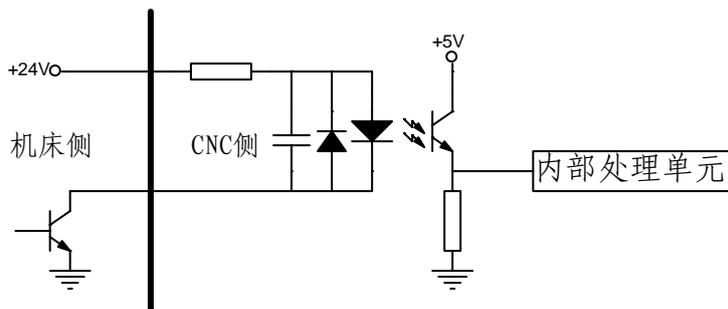

图 4.10 用 NPN 传感器的连接
a) 用一个 NPN 型传感器既做减速信号又做零点信号时的连接方法如下图 4.10 所示: